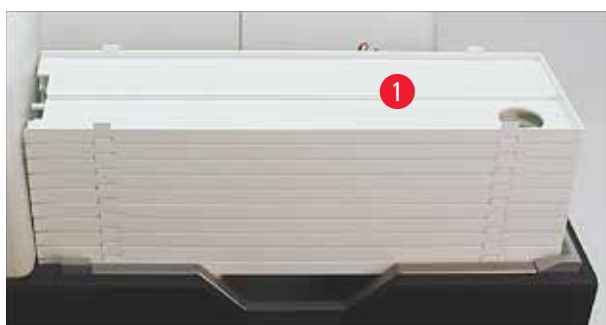

Fig. 39
1. Placera brickstapeln (→ "Fig. 39-1") på utmatningsstationens lyftbord (→ "Fig. 39").